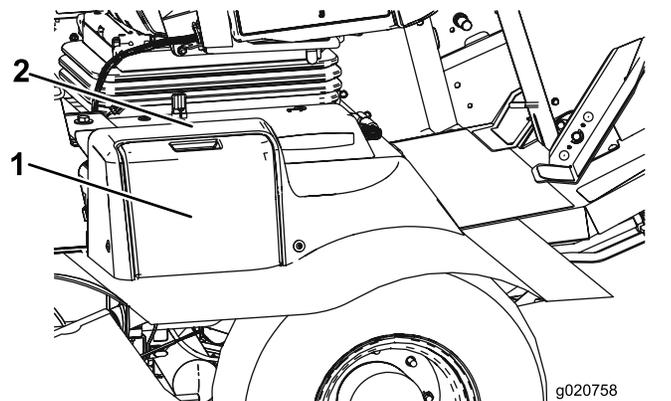

Figura 61
1. Abra a cobertura da bateria no lado do resguardo (Figura 61).
**Nota:** Pressione a superfície plana por cima da cobertura da bateria para facilitar a remoção da cobertura (Figura 61).